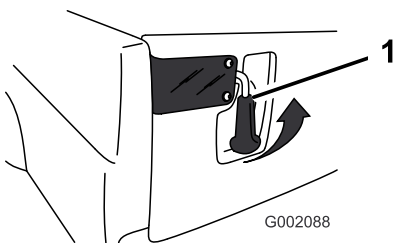

Figura 20
1. Para abrir os trincos traseiros, puxe para fora e levante os respectivos manípulos (Figura 20). Os trincos deslocam-se automaticamente para o centro da porta traseira. Faça a porta traseira descer lentamente.